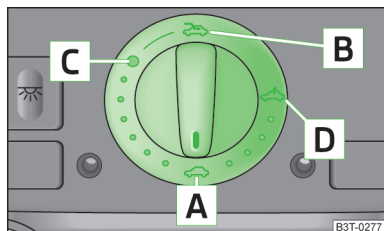

Fig. 46
- Il peut arriver que le toit ouvrant coulissant/relevable ne fonctionne plus après un débranchement et un rebranchement de la batterie. Mettre dans ce cas le bouton rotatif sur la position **A** » fig. 46 à la page 68 et le maintenir appuyé vers l'avant pendant 10 secondes environ.
➤ Faites tourner le bouton sur la position **C** » fig. 46.
Le toit ouvrant coulissant/relevable est équipé d'un dispositif de limitation de force. Le toit ouvrant coulissant/relevable s'arrête et s'ouvre complètement si un obstacle (de la glace par ex.) empêche sa fermeture. Vous pouvez fermer complètement le toit ouvrant coulissant/relevable sans dispositif de limitation de la force exercée en poussant vers l'avant le sélecteur en position **A** » fig. 46 jusqu'à ce que le toit soit complètement fermé.